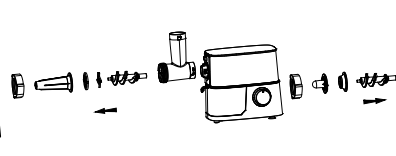

Рис. 8
- Решётка (10) с более крупными отверстиями, может использоваться для переработки сырого мяса, рыбы, овощей, сухофруктов, сыра и т.п.
- Включите мясорубку, установив переключатель режимов работы (1) в положение «1 или 2».
- Во время работы используйте только толкатель (5), входящий в комплект поставки. Не прилагайте чрезмерных усилий для проталкивания мяса или других продуктов.
- После окончания работы, выключите мясорубку, установив переключатель режимов работы (1) в положение «OFF», выньте вилку шнура питания из электрической розетки, после этого приступайте к её разборке.
- Для разборки головки мясорубки (7), открутите гайку (11) поворачивая её против часовой стрелки, выньте из корпуса головки мясорубки (7) установленную решётку (10), выньте крестообразный нож (9) и шнек (8) (рис. 8).
- Для снятия головки мясорубки (7) нажмите на кнопку фиксатора (3) поверните головку мясорубки (7) против часовой стрелки и снимите её (рис. 8).